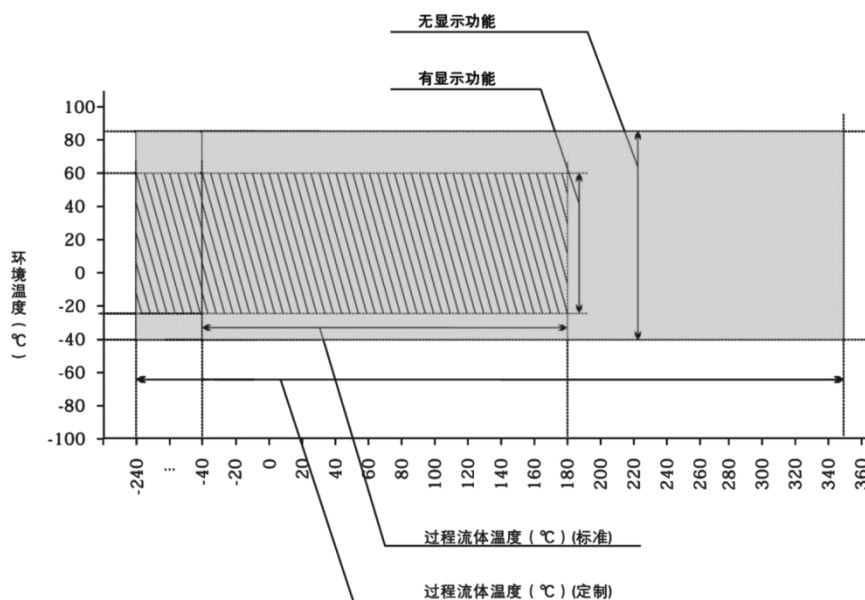

图 2-1 质量流量计温度范围
2.1.1.3 环境和过程介质温度符合产品要求详见图 2-1
温度：见图 2-1